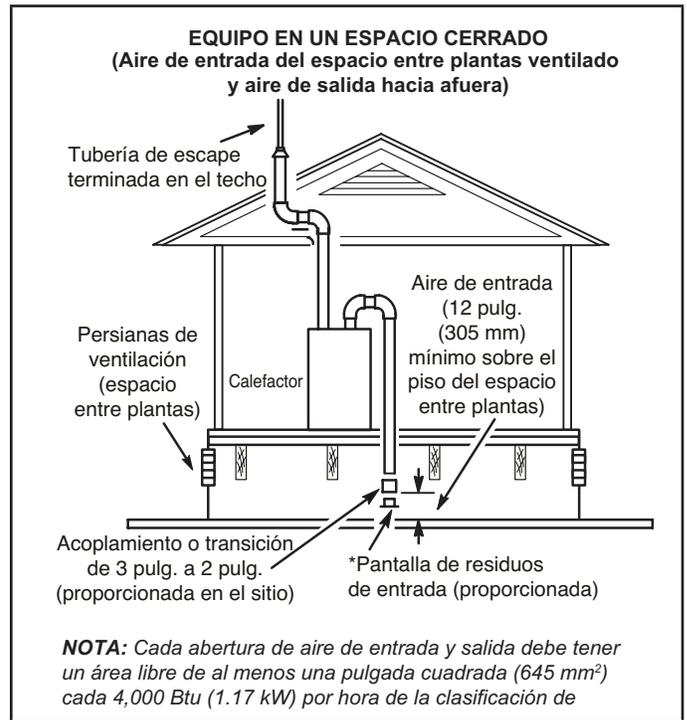
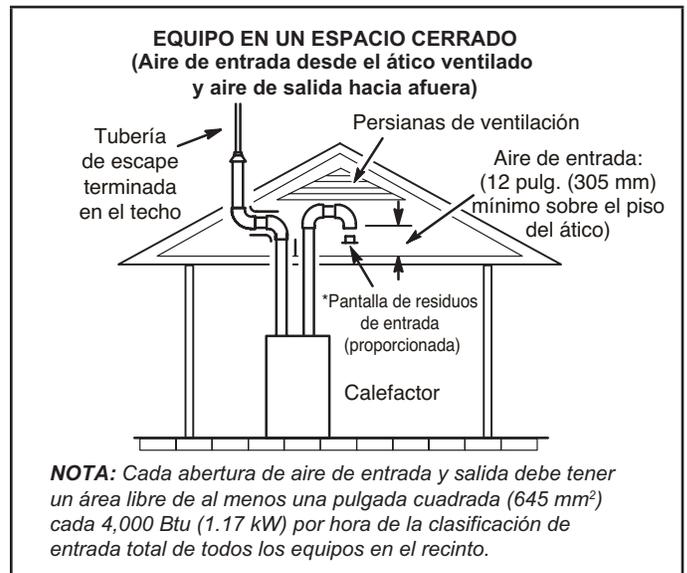

FIGURA 30
FIGURA 31
- 2 - Si el aire de entrada se toma de un espacio entre plantas ventilado (FIGURA 30) o de un ático ventilado (FIGURA 31), el largo de la ventilación de escape no debe exceder los valores listados en la TABLA 8. Si se utiliza una tubería de 3" de diámetro, redúzcala a una tubería de 2" de diámetro para acomodar la pantalla de residuos.